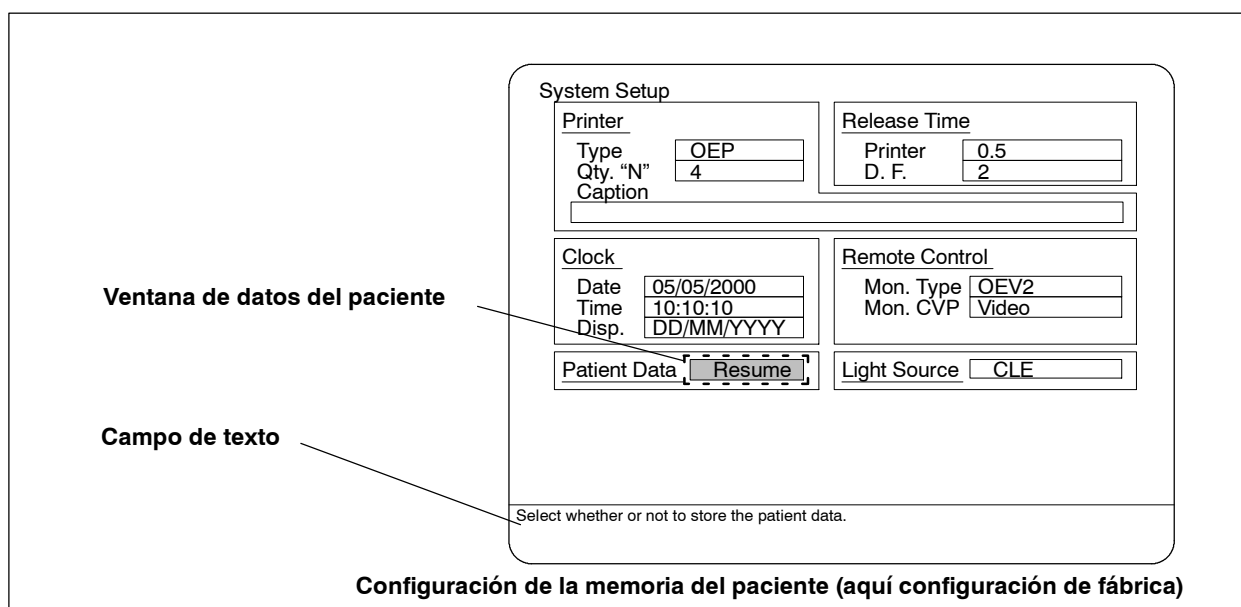

Figura 6.9
1. En la ventana "Patient Data" aparecerá la configuración actual (valores de fábrica o ya modificados). Si desea cambiar alguno de los valores pulse la tecla "↑" ó "↓" para marcar la ventana de datos del paciente (ver figura 6.9).
- La figura 6.9 muestra la configuración de fábrica.